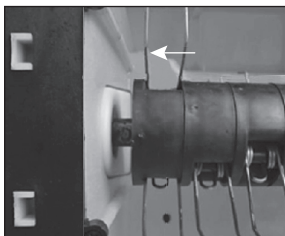

Рис. 7.3
2. Поместите вал аэратора на корпус (рис. 7.3).